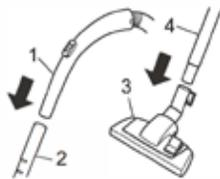

Fig.3
2. Sätt i handtaget (bild 3/1) i teleskoprörets övre ände (bild 3/2).
3. Sätt på golvmunstycket (bild 3/3) på teleskoprörets nedre ände (bild 3/4).